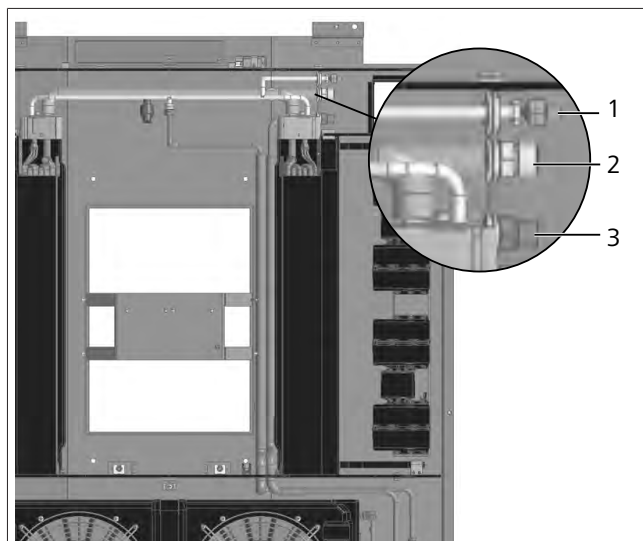

Fig. 19 Raccordez le kit boîte avant
1. Installez un flexible de frigorigène haute pression jusqu'au cadre du climatiseur en passant par l'ouverture. (Voir Fig. 19).